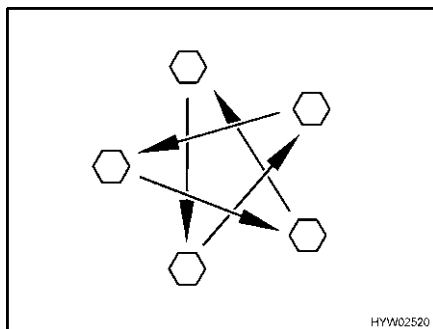

Fig. 275 Serrer en croix les écrous ou les boulons de roue
- Vérifier régulièrement le serrage des écrous ou des boulons de roues. Reserrer alternativement et en croix (Fig. 275) tous les écrous ou les boulons de roue 50 km après le changement d'une roue.
- ▷ Serrer en croix les écrous ou les boulons de roue (Fig. 275).